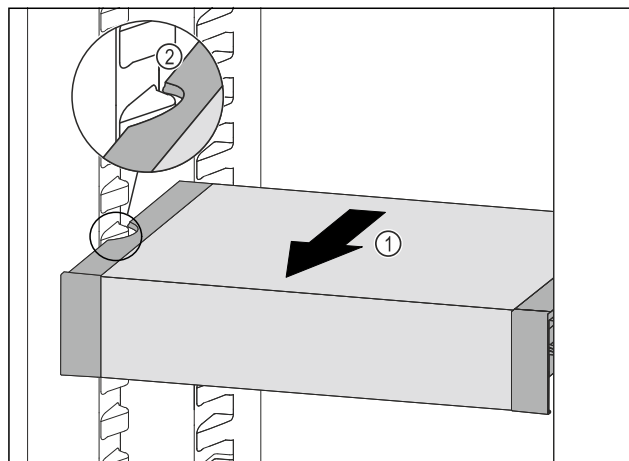

Fig. 132
- ▶ Táhněte VarioSafe dopředu Fig. 132 (1), dokud nebudou boční vybrání VarioSafe na úrovni žebrování na nádoby v chladničce. Fig. 132 (2)